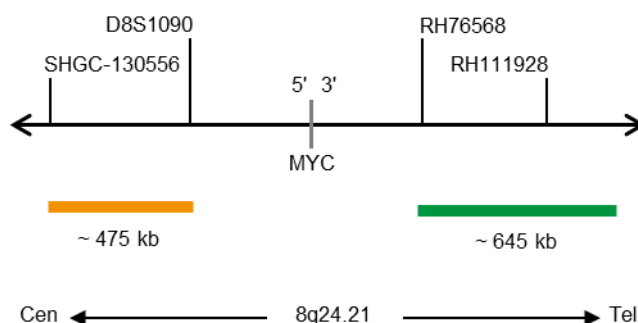

Fig. 1. SPEC MYC Mapa de la sonda (no está a escala)
- Polinucleótidos marcados en verde (excitación a 503 nm/emisión a 528 nm) ZyGreen (~10 ng/μl), dirigidos a secuencias localizadas en 8q24.21* (chr8:130,373,051-130,930,673) distales a la región del punto de ruptura de MYC (ver Fig. 1).
- Polinucleótidos marcados en naranja (excitación a 547 nm/emisión a 572 nm) ZyOrange (~4,5 ng/μl), dirigidos a secuencias localizadas en 8q24.21* (chr8:127,888,765-128,363,281) proximales a la región del punto de ruptura de MYC (ver Fig. 1).